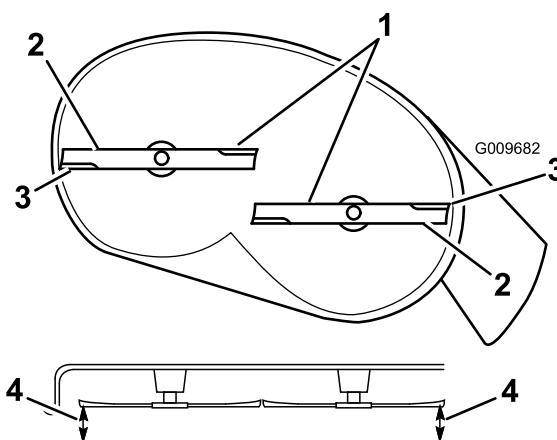
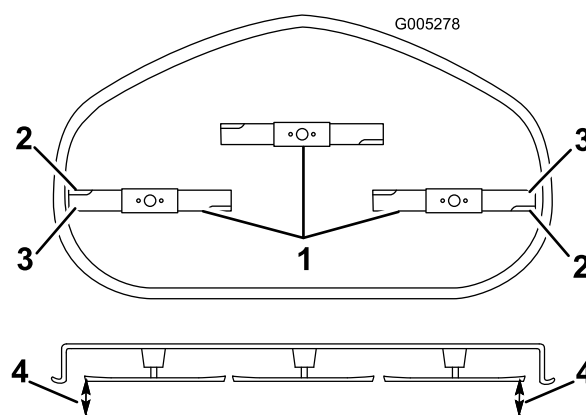

Figura 59
Figura 60
- Rode cuidadosamente as lâminas para que todas estejam alinhadas (Figura 59 e Figura 60).
- Meça entre as extremidades de corte exteriores e a superfície plana (Figura 59 e Figura 60). Se ambas as medições não se encontrarem dentro do intervalo de 5 mm, é necessário um ajuste, continue com este procedimento.